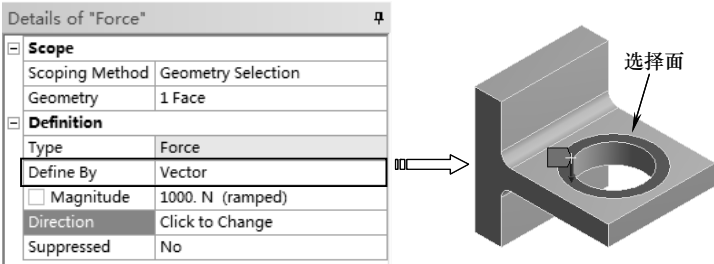

图 5-15 矢量方式
- ✧ Vector（矢量方式）：按矢量定义时，要先选择几何体，施加载荷的方向由几何体决定，大小在【Magnitude】框中输入，选择【Direction】项后的【Click to Change】选项，将在图形窗口显示按钮，单击可改变矢量的方向，如图 5-15 所示。